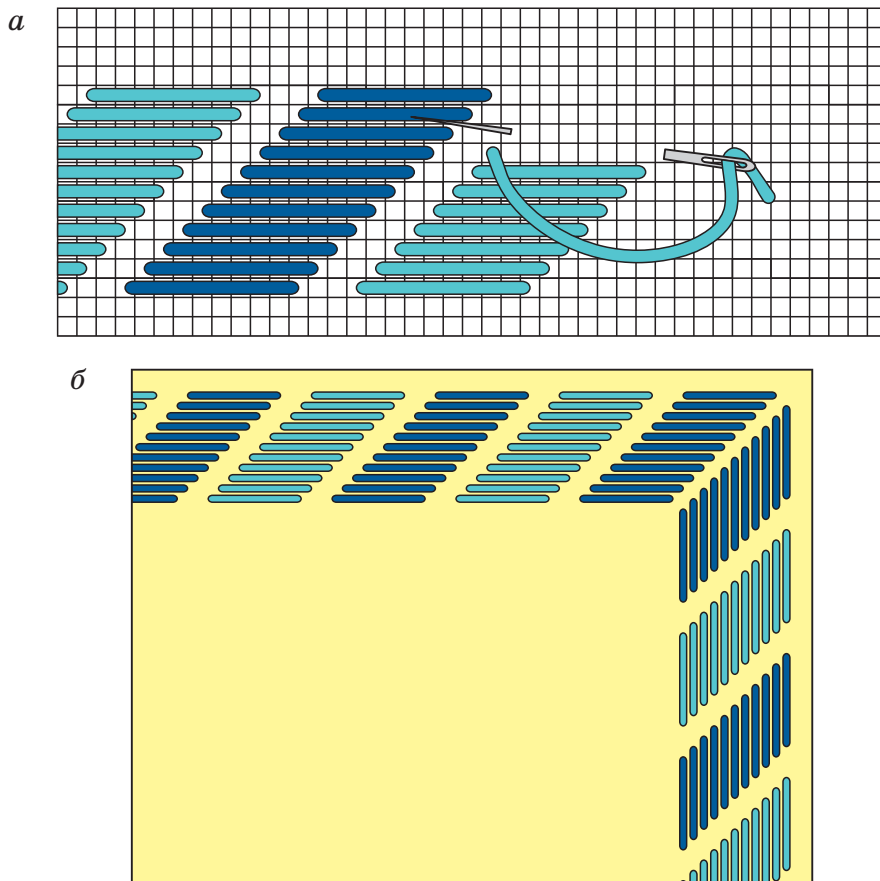

Рис. 63. Бордюр из ромбов
Выполнение бордюра из ромбов (рис. 63).
2. Выполни 11 горизонтальных стежков слева направо (рис. 63, а).